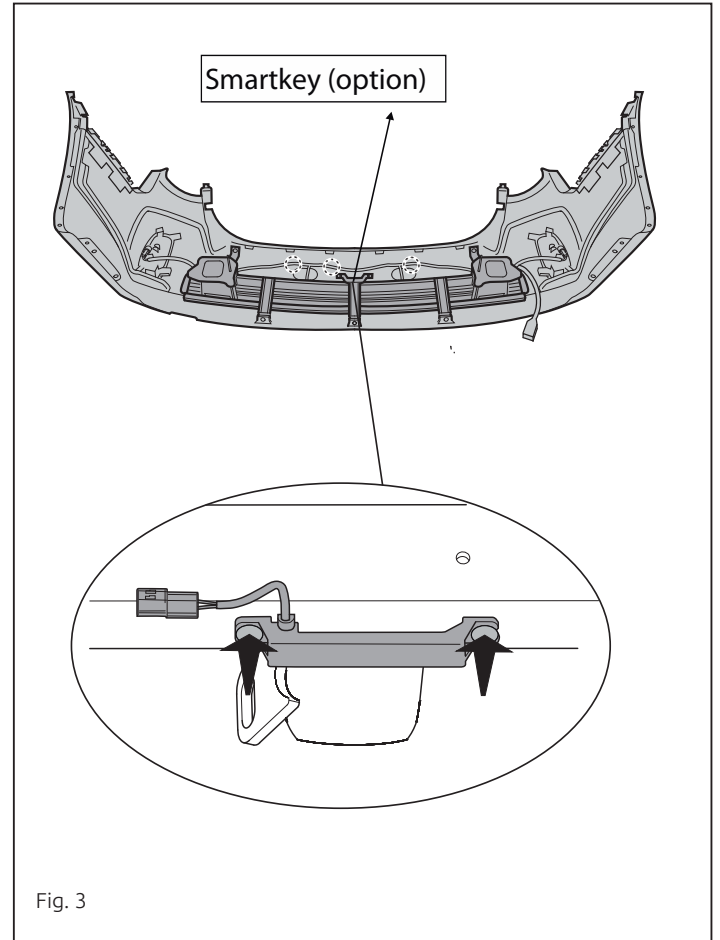

Fig. 3
4. **Внимание,если имеются:** Демонтируйте парковочный датчик. См. рисунок 3